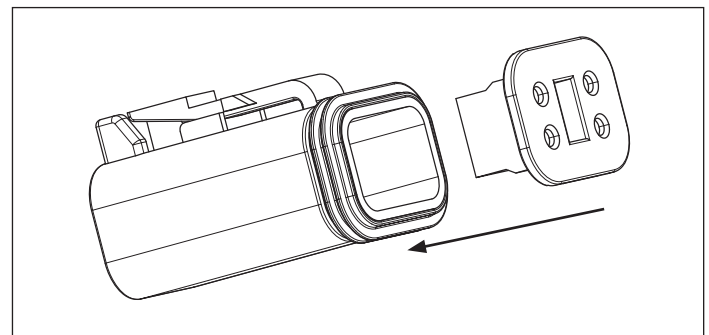

Figure 6 - Insertion du capuchon de verrouillage dans le boîtier
- Assurez-vous que les bornes sont bien en place dans le boîtier. Insérez le capuchon de verrouillage à l'avant du boîtier. Voir Figure 6.